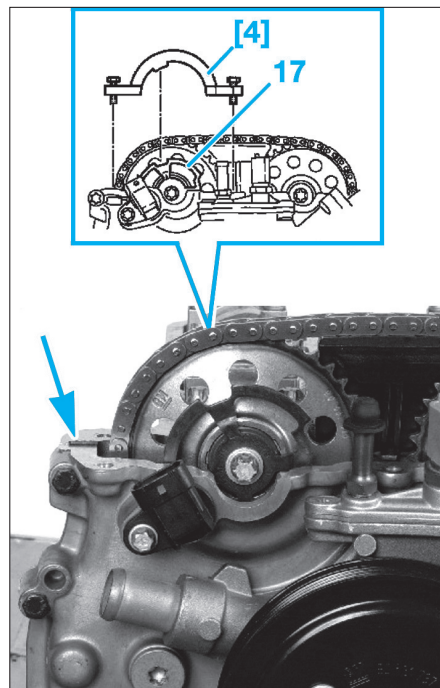

Fig. 14
- remplacer le joint d'étanchéité du couvre-culasse et appliquer un cordon de mastic au silicone d'environ 2 mm (flèche) sur le plan de joint entre la culasse et le carter de distribution (du côté admission et du côté échappement) (Fig.14),
- Positionner l'outil [4] sur le disque (17) de capteur d'arbre à cames et sur le carter de distribution (Fig.14). S'il n'est pas possible de poser l'outil [4], procéder à un réglage (voir opération concernée).
- Positionner l'outil [4] sur le disque (17) de capteur d'arbre à cames et sur le carter de distribution (Fig.14).